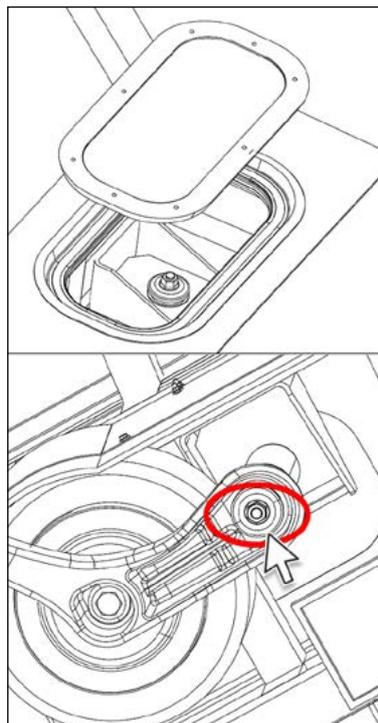

Figura 5-1-30
3. Abra a tampa de acesso da caixa de rodas traseira no interior do compartimento (conforme mostrado na *Figura 5-1-30*) e remova a contraporca sextavada na extremidade superior do amortecedor traseiro da mesma forma que a remoção do amortecedor dianteiro.